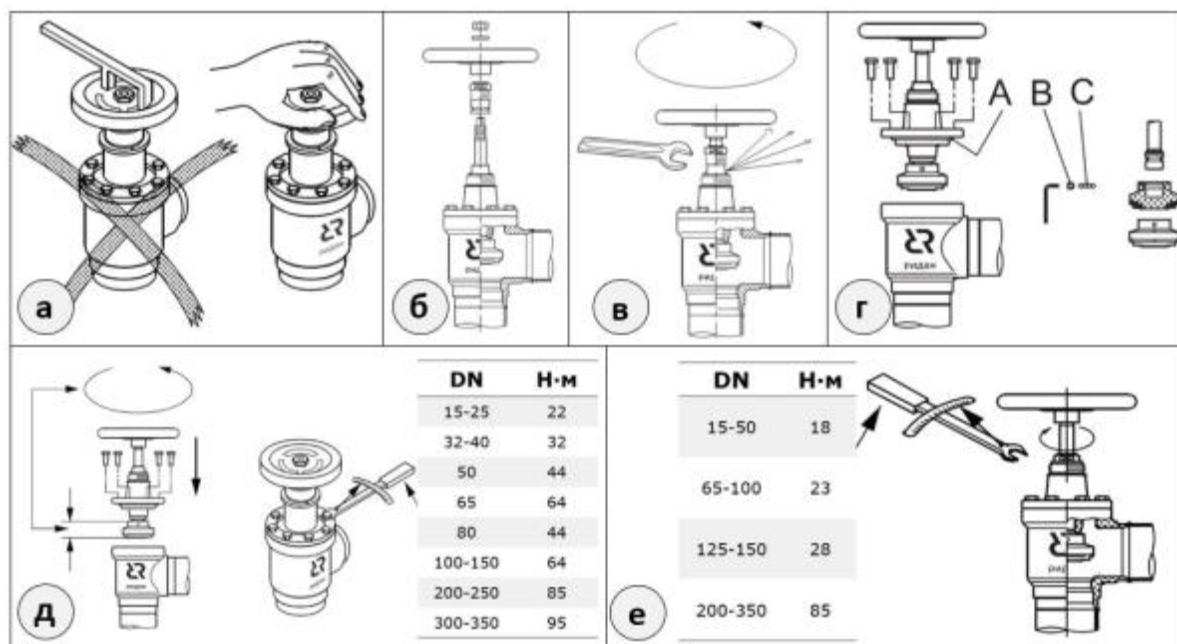

Рисунок 4 – Техническое обслуживание
Перед сборкой очистить поверхность труб и корпуса от загрязнений, проверить наличие и целостность всех прокладочных уплотнений. Перед тем как установить запорную часть клапана в корпус необходимо смазать кольцевые уплотнения холодильным маслом или смазкой «Molykote 55» и полностью выкрутить шток (рис. 4д). После сборки клапан должен быть в открытом положении!
3. Выкручивать сальник необходимо медленно для обеспечения выравнивания давления (рис. 4 в). После того как сальник будет полностью выкручен, убедитесь в отсутствии утечки хладагента, только после этого демонтируйте сальник сняв маховик или ограничительное устройство со штока (рис. 4 г).
4. Перед установкой сальника, необходимо убедиться в наличии кольцевых прокладок и нанести смазку «Molykote 55» во внутрь корпуса сальника и на шток. Усилие затяжки сальника указано на рис. 4д.
Для демонтажа запорного конуса со штока, открутите винт и вращая конус вокруг штока извлеките шарики через отверстие (рис. 4г). Для удобства извлечения шариков можно использовать магнит. После изъятия всех шариков демонтируйте запорный конус со штока.
Сборка Перед сборкой клапана удалите из корпуса грязь. Убедитесь, что уплотнительные кольца не повреждены. Перед тем как установить запорную часть клапана в корпус, необходимо полностью выкрутить шток (рис. 4д), т.е. после сборки клапан будет полностью открыт.
Перед сборкой очистить поверхность труб и корпуса от загрязнений, проверить наличие и целостность всех прокладочных уплотнений. Перед тем как установить запорную часть клапана в корпус необходимо смазать кольцевые уплотнения холодильным маслом или смазкой «*Molykote 55*» и полностью выкрутить шток (рис. 4д). После сборки клапан должен быть в открытом положении!